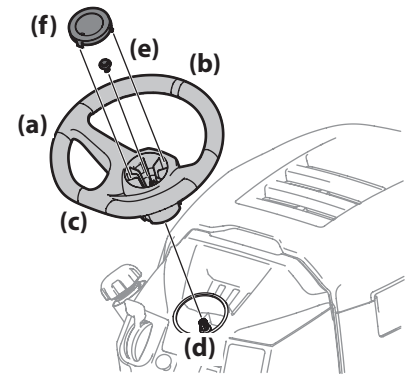

Figura 2-8
1. Con las ruedas del tractor apuntando recto hacia adelante, alinee el volante (a) usando la línea central (b) de la parte delantera del volante (a) que apunta hacia adelante y la sección plana del volante (c) orientada hacia el asiento, coloque el volante (a) sobre el árbol de la dirección (d). Vea la Figura 2-8.